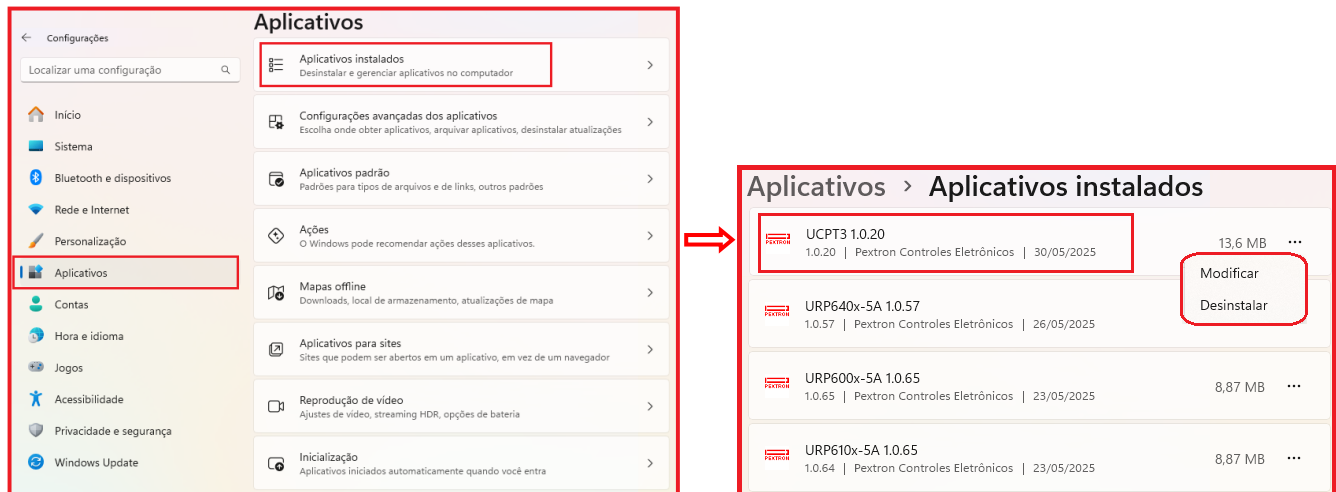

Figura 1: Desinstalação do programa
- ✓ Clique em “**Desinstalar ou alterar um programa**” ou “**Modificar / Desinstalar**” conforme mostra a figura 1;